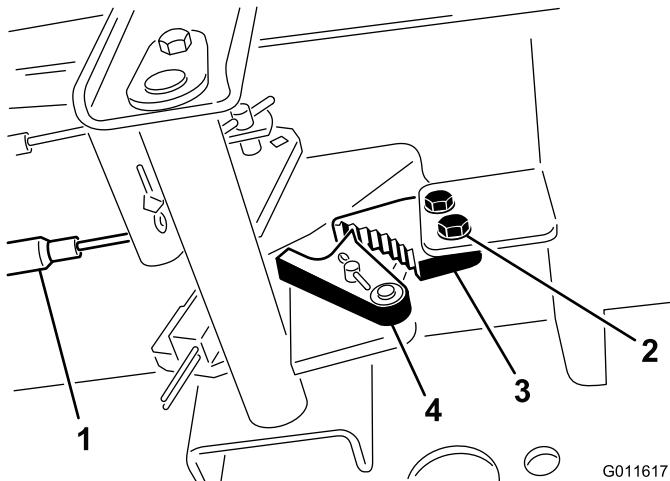

Bild 66
1. Lösen Sie die zwei Schrauben, mit denen die Sperre der Feststellbremse am Rahmen befestigt ist (Bild 66).
2. Drücken Sie das Pedal der Feststellbremse nach vorne, bis der Bremsauslöser ganz an der Bremssperre greift (Bild 66).